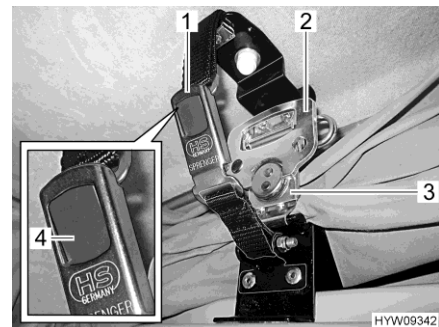

Bild 81 Lås (uppfällbart tak)
- Öppna säkerhetslåsen (Bild 81,1) på båda sidorna. Tryck därefter på den grå tryckknappen (Bild 81,4).
- Fäll ut vardera handtag (Bild 81,2) på snabbblåset (Bild 81,3) och dra ett halvt varv moturs. Låset är på så sätt upplåst.